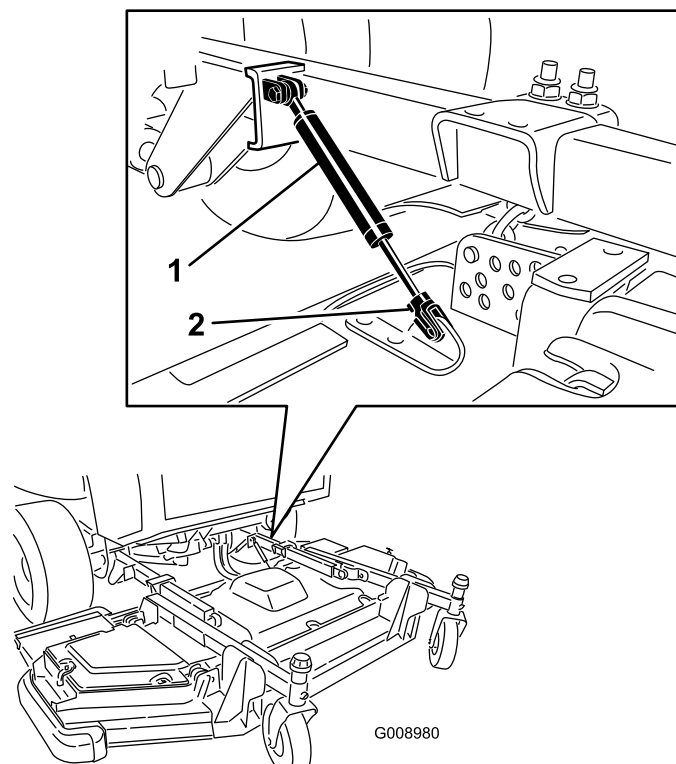

Figura 90
2. Retire el clip de retención, y desconecte el amortiguador de la unidad de corte (Figura 90).